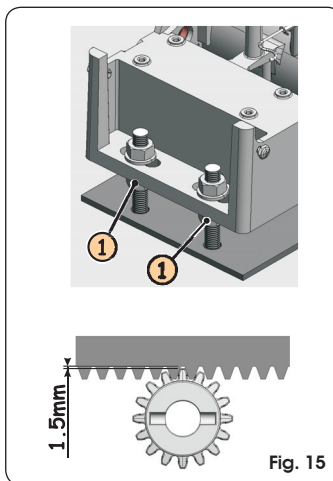

Fig. 15
- Nach dem Einbau der Zahnstange sollte die Position des Getriebemotors um etwa 1,5 mm (Abb. 15) abgesenkt werden, um das ordnungsgemäße Eingreifen zwischen Ritzel und Zahnstange zu gewährleisten.